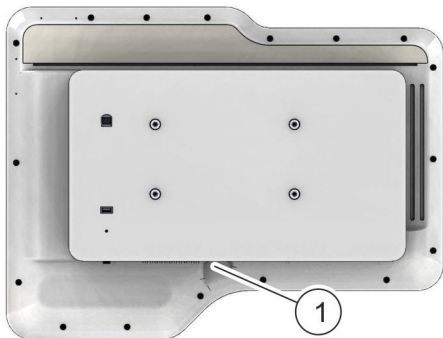

Abb. 6: Ein-/Ausschalter am Terminal
2. Wenn tatsächlich ein Systemfehler vorliegt, Terminal am Ein-/Ausschalter an der Rückseite des Terminals (Abb. 6/1) aus- und wieder einschalten.